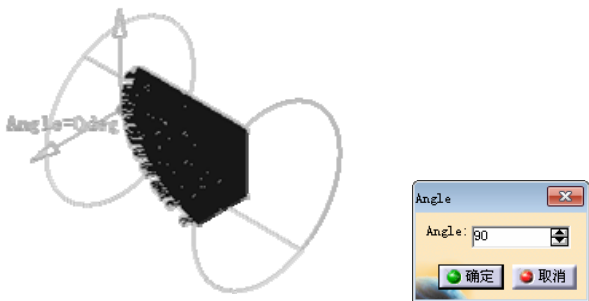

图 4-30 设置旋转角度
- 设置旋转角度。单击 Rotation 按钮, 然后双击图形区中的“Angle=0”, 在弹出的“Angle”对话框中输入“90”(°), 单击“确定”按钮, 如图 4-30 所示。